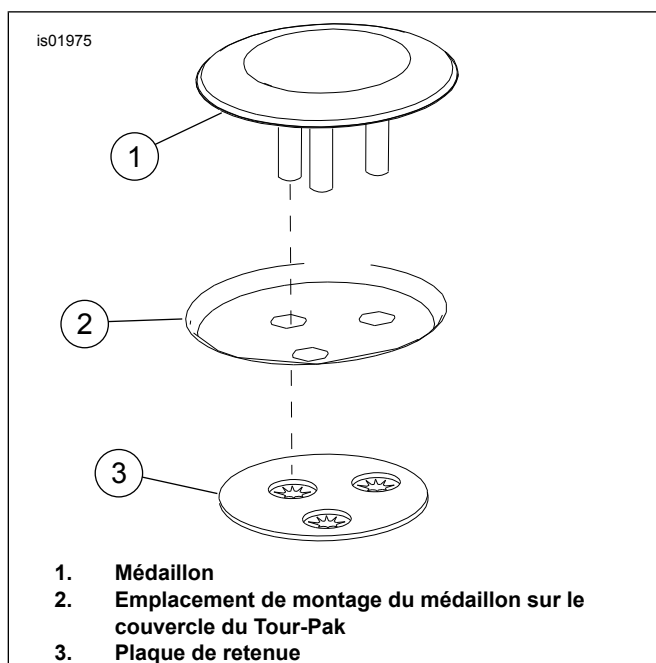

Figure 3. Installation du médaillon
12. Voir la Figure 3. Installer le médaillon (1) à l'emplacement de montage sur le couvercle du Tour-Pak (2) et attacher avec la plaque de retenue (3). Immobiliser fermement le médaillon contre le couvercle du Tour-Pak et installer la plaque de retenue sur les pointes du médaillon. Pousser fermement la plaque de retenue contre le couvercle du Tour-Pak pour immobiliser le médaillon en position.